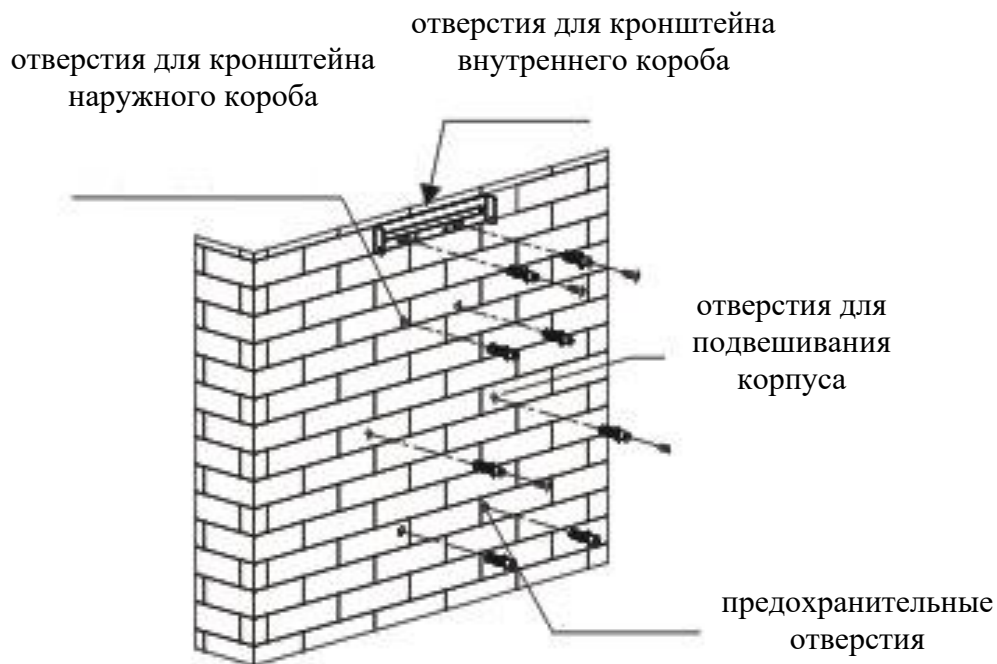

Рис. 2
1. Определившись с высотой установки вытяжки, измерьте положение отверстий для подвешивания вытяжки, кронштейна внутреннего короба и предохранительных отверстий. Просверлите 8 отверстий диаметром 8 мм и вставьте в них дюбели. Закрепите кронштейн внутреннего короба на стене с помощью 2-х винтов ST4 x 40 мм. Вверните 2 винта ST4 x 8 мм в отверстие для подвешивания корпуса вытяжки, при этом установленные винты должны выступать из стены на 3-5 мм для подвешивания. Фиксированное положение кронштейна внутреннего короба - это самое высокое место короба. Смотрите рис. 2.